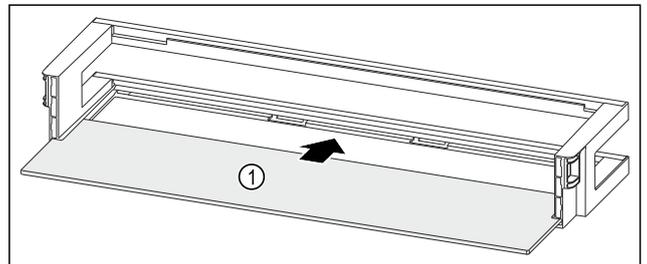

Fig. 121 Balconcino controporta con ripiano
- ▶ Inserire il ripiano Fig. 121 (1) negli incavi laterali.